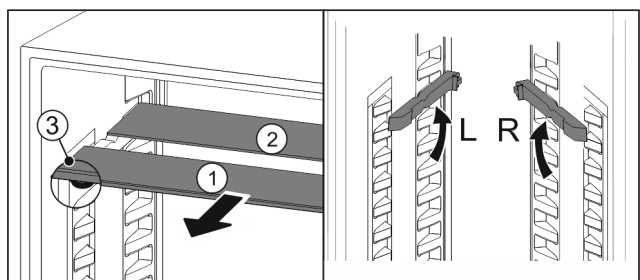

Fig. 29
- ▶ Glasplatten einzeln nach vorne herausziehen Fig. 29 (1).
- ▷ Glasplatte *Fig. 29 (1)* mit Zierleiste liegt vorne.
- ▷ Stopps *Fig. 29 (3)* zeigen nach unten.